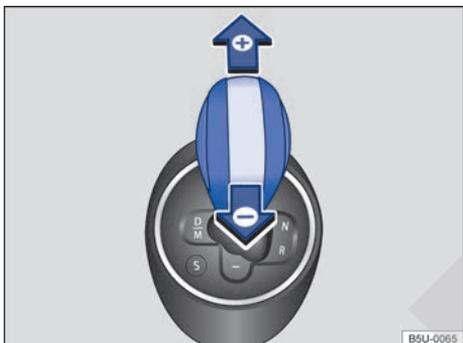

Fig. 103 Palanca selectora en la posición para conducción de marcha en modo manual.
- Mueva la palanca selectora hacia adelante (+) o hacia atrás (-) para engranar las marchas largas o cortas ⇒ fig. 103.